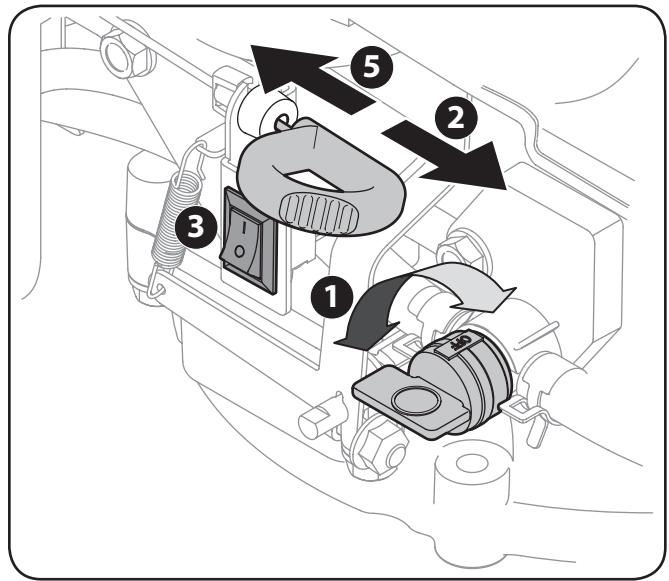

Figura 5-3
1. Si lo tiene, a su vez de la válvula de combustible ubicado en el motor. Véa la Figura 5-3.